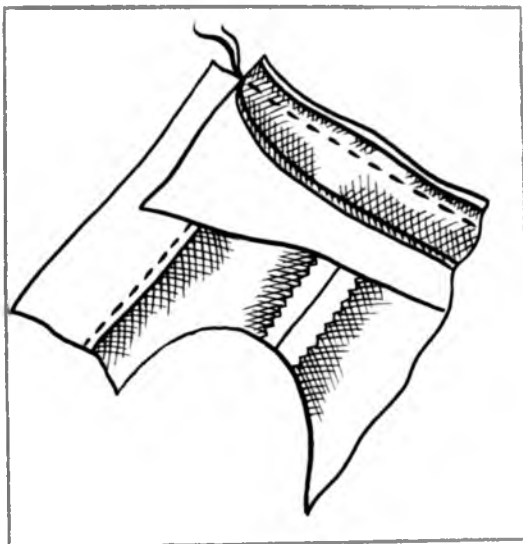

Рис. 65.
- Верхний воротник лицевой стороной накладывают на изнаночную сторону изделия, совмещая середину воротника и середину спинки, а также концы втачивания воротника и середину переда (рис. 65).